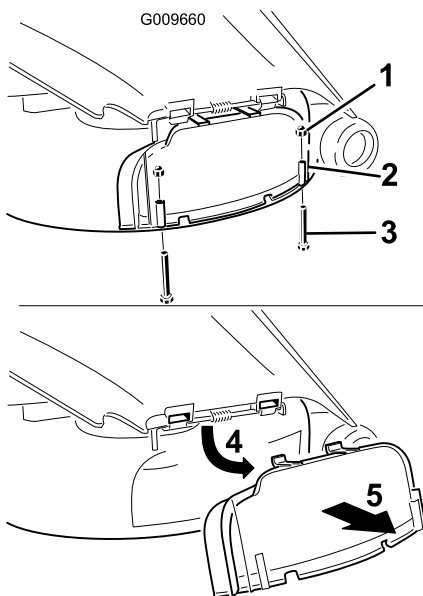

Figura 24
3. Retire los 2 pernos y tuercas que fijan la tapa de descarga al cortacésped (Figura 24).